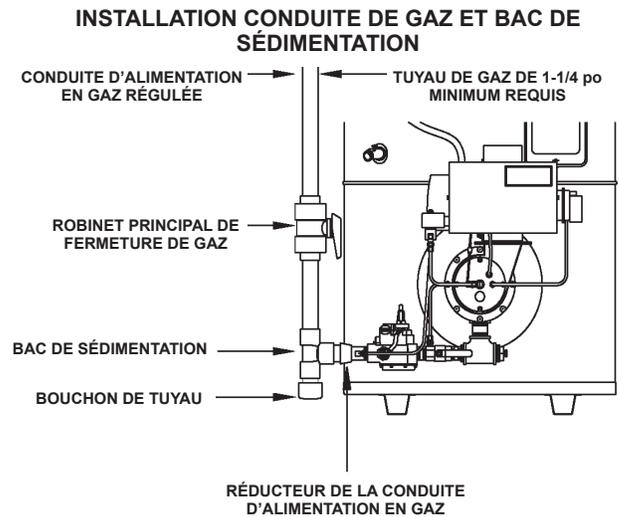

FIGURE 23.
Pour piéger toute poussière ou corps étrangers dans la conduite d'alimentation en gaz, un bac de sédimentation doit être incorporé dans la tuyauterie (voir Figure 23). Le bac de sédimentation doit être facilement accessible et ne pas être susceptible d'être soumis à des conditions de gel. Installer le bac conformément aux recommandations du fournisseur de gaz. Consulter également la version la plus récente du National Fuel Gas Code.
1. Pour les pressions d'essais supérieures à 3,45 kPa (1/2 lb/po²), déconnecter le chauffe-eau et son robinet d'arrêt de gaz principal du système de tuyauterie d'alimentation en gaz pendant les tests, voir la Figure 23. La conduite d'alimentation en gaz doit être bouchée lorsqu'elle est déconnectée du chauffe-eau.